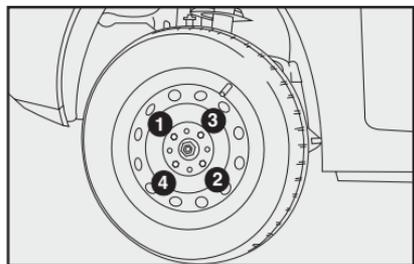

fig. 13
12) Apertar os parafusos, passando alternadamente de um parafuso a outro diagonalmente oposto de acordo com a ordem ilustrada na **fig. 13**.